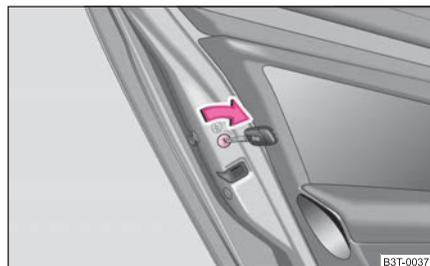

Abb. 25 Kindersicherung an den hinteren Türen
- Drehen Sie mit dem Fahrzeugschlüssel den Schlitz an der hinteren Tür in Pfeilrichtung ⇒ Seite 38, Abb. 25.